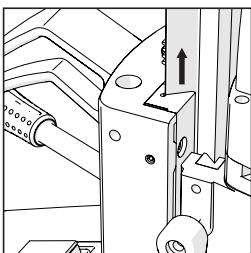

Fig. 14
**Avvertenza:** S28MAG dispone di due cunei (Fig. 14) uno dei quali regolabile.